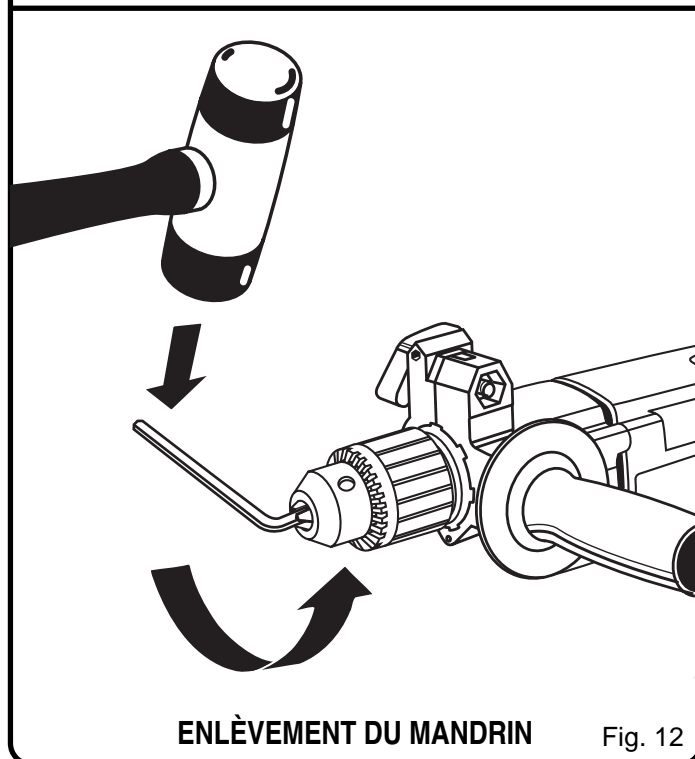

Fig. 12
5. Insérez la clé hex. dans le mandrin et serrez bien le mandrin. Tapez fortement à l'aide d'un maillet dans le sens inverse des aiguilles d'une montre. Ceci desserrera le mandrin sur la broche. Il peut maintenant être dévissé à la main. Voir figure 12.